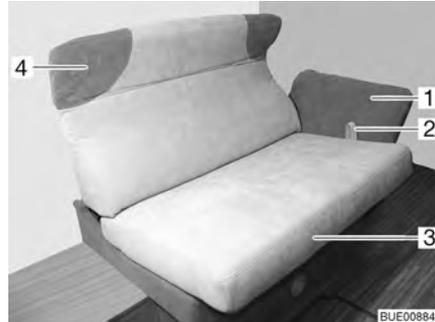

Fig. 91 Réglage de la banquette longitudinale
- Tirer la boucle (Fig. 91,2) vers le haut et le siège (Fig. 91,3) avec précaution vers le milieu sur les rails jusqu'en butée.
- Saisir l'appui-tête rembourré (Fig. 91,4) des deux mains et le placer avec précaution dans la position désirée vers le haut ou le bas.
- Saisir l'accoudoir (Fig. 91,1) des deux mains et le placer avec précaution dans la position désirée vers le bas ou le haut.